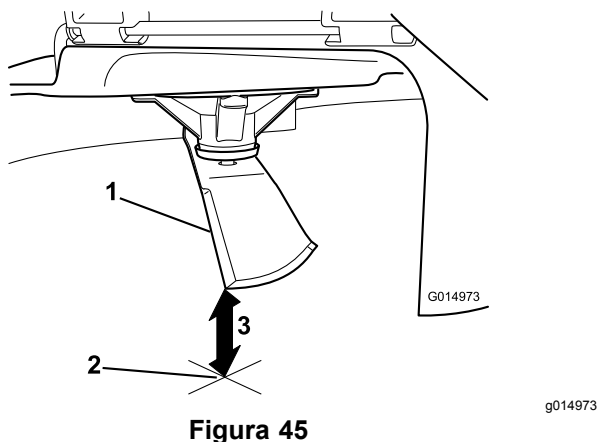

Figura 45
5. Mida desde la punta de la cuchilla hasta la superficie plana (Figura 45).